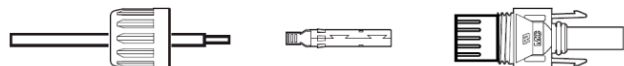

Рисунок 5.12 – Отсоединение герметизирующей гайки коннектора
1. Зачистите кабель постоянного тока примерно на 7 мм. Отсоедините герметизирующую гайку коннектора (см. рисунок 5.12).